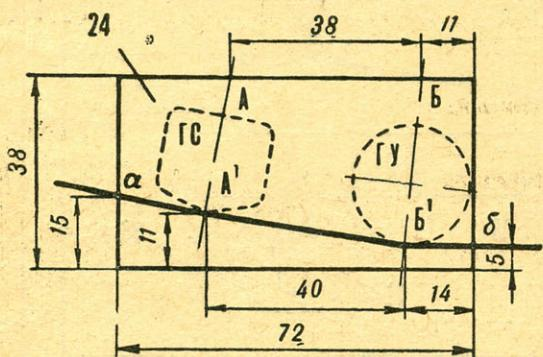

Рис. 4. Установка головок:
**МАГНИТНЫЕ ГОЛОВКИ** — универсальную [записывающую и воспроизводящую] и стирающую — можно взять от любого серийного магнитофона, например от «ЧАЙКИ» или «ЯУЗЫ-20». Крепятся магнитные головки на специальной пластине 24 из стали или дюраля [рис. 4].